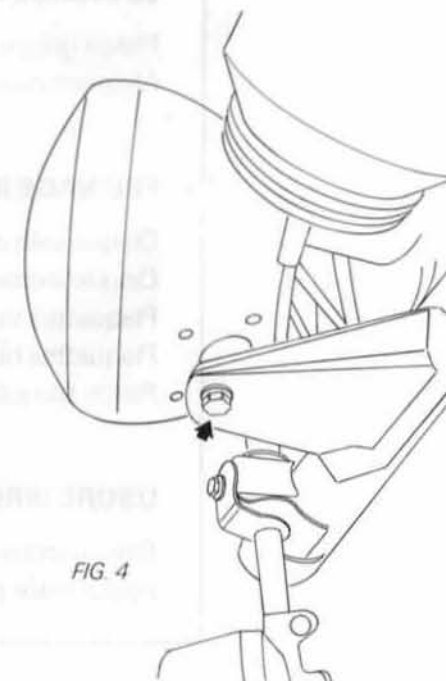

FIG. 4
- Dévisser les deux vis de fixation du phare (clé de 13 mm, fig. 4).